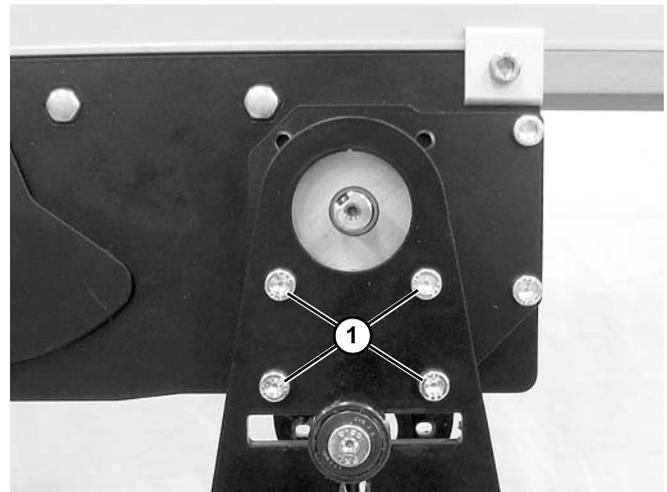

Figura 37
La Figura 37 muestra un motorreductor montado en vertical. El motorreductor montado en horizontal es similar.
3. Quite los cuatro tornillos de montaje (Figura 37, artículo 1) y retire el motorreductor.